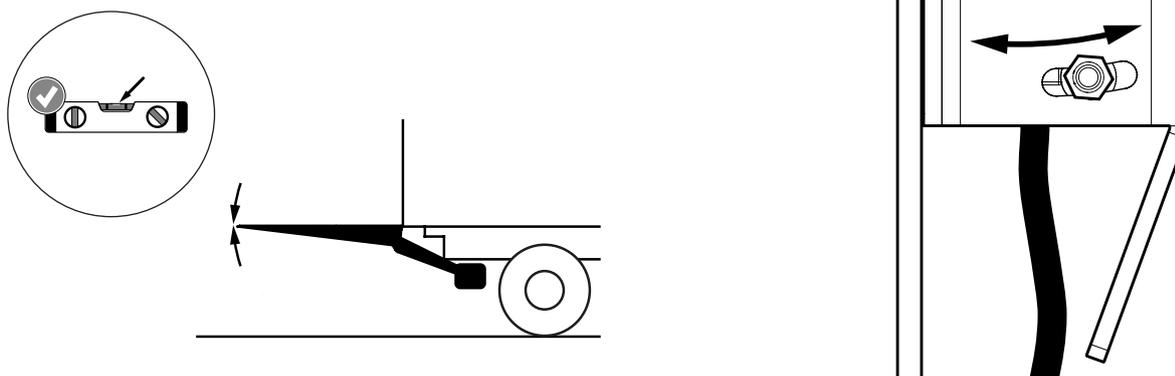

Abb. 61. Justieren des Neigungswinkels für die Kippautomatik
1. Lösen Sie die beiden Schrauben, ohne sie zu entfernen, siehe Abb. 61.
2. Stellen Sie den Winkelsensor auf den gewünschten Winkel ein, siehe Abb. 61.